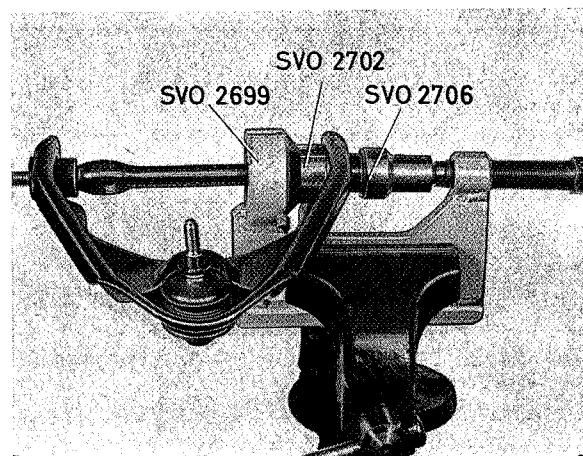

Fig. 6-28. Montage tweede bus, bovenste draagarm
4. Monteer de draagarmas en pers de andere bus in met huls SVO 2702+drijver SVO 2706, zie Fig. 6-28. Overtuig u ervan dat de as door de gleuf van SVO 2702 kan.